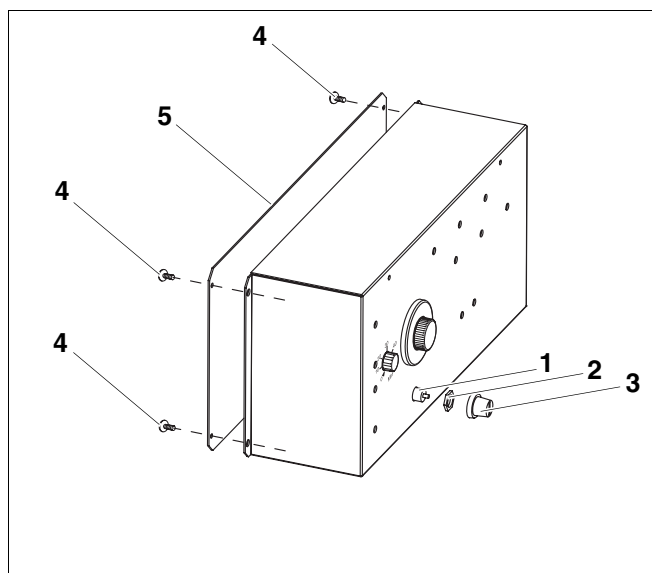

Рис. 60 Дополнительный регулятор HT3101E
- Выкрутить винты (рис. 60, **поз. 4**) крышки корпуса (рис. 60, **поз. 5**).
- Снять крышку корпуса (рис. 60, **поз. 5**).
- Открутить защитный колпачок (рис. 60, **поз. 3**).
- Открутить резьбовое крепление STB (рис. 60, **поз. 2**).